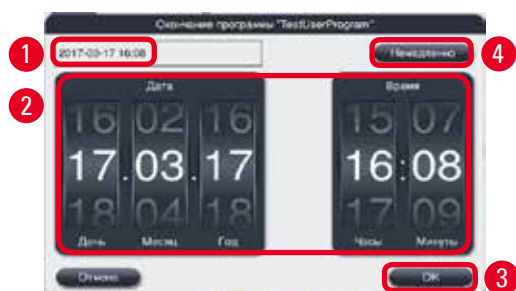

Рис. 67
6. Выберите количество кассет и нажмите **OK**. Откроется окно "Окончание программы" (→ "Рис. 67"). Отображается стандартное время окончания (→ "Рис. 67-1") выбранной программы.